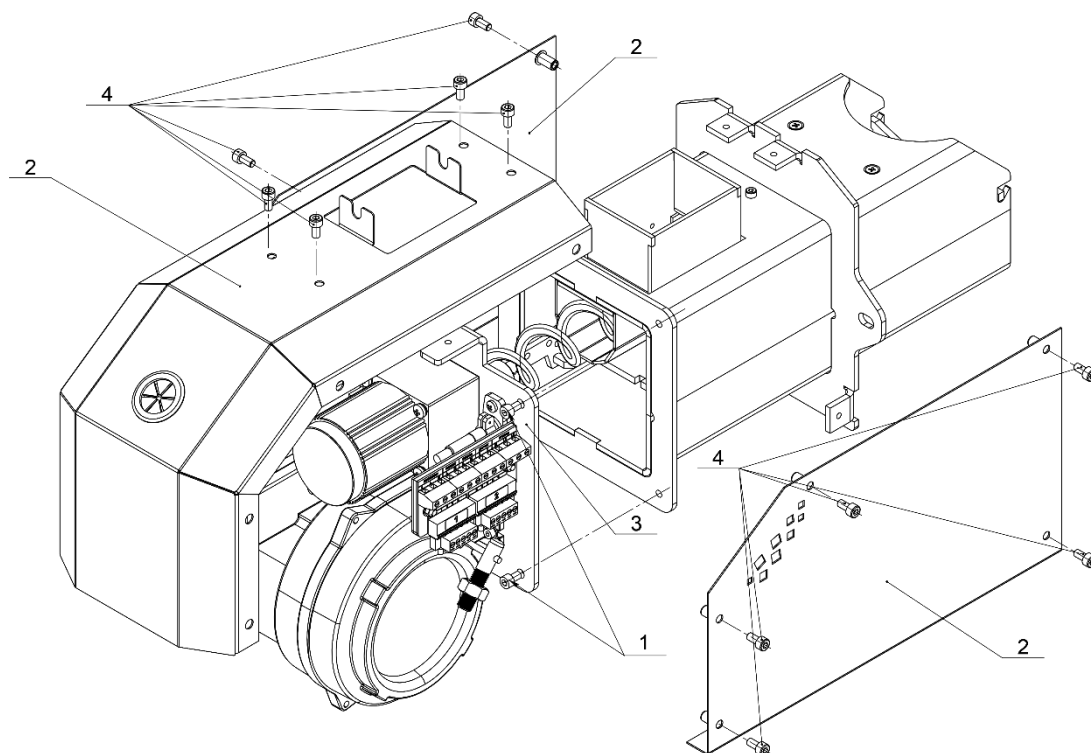

Рис. 10 Снятие монтажной пластины
- снять верхнюю и боковые декоративные панели горелки (рис.10 поз.2) открутив винты с внутренним шестигранником (рис.10 поз.4);
- открутить четыре винта с внутренним шестигранником (рис.10 поз.1), крепящие монтажную пластину горелки со всеми компонентами (рис.10 поз.3);